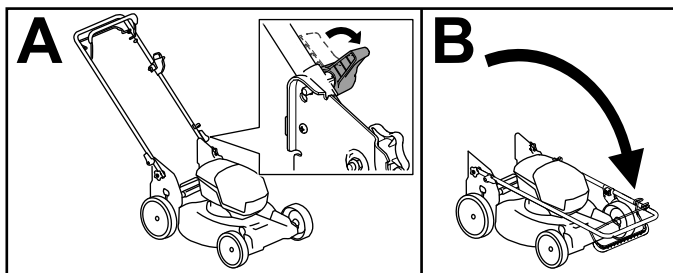

Figura 17
4. Abra las palancas de bloqueo del manillar hasta que pueda mover libremente la sección superior del manillar (Figura 17, A).
5. Pliegue el manillar hacia adelante del todo (Figura 17, B).
6. Para desplegar el manillar, repita el paso A en la Figura 17 y pliegue el manillar en la posición de uso.